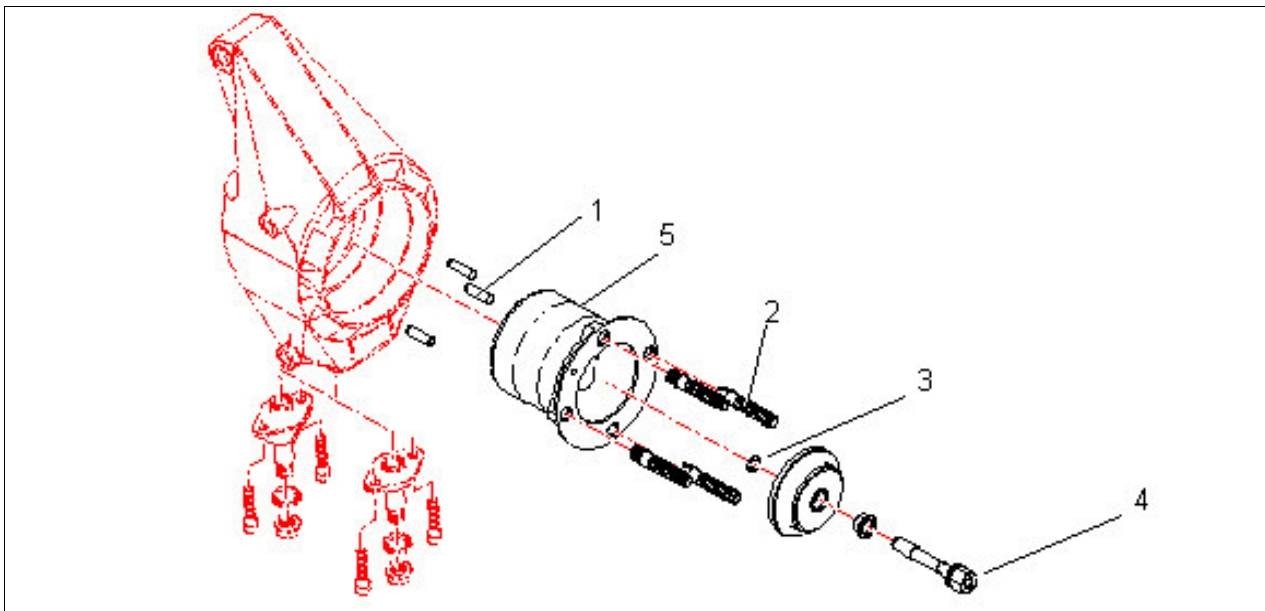

Fig 2
- *Goujons (rep2 fig2) :
Poser le moyeu (rep5 fig2) après avoir mis la bague de portée de joint (rep8 fig1), le chanfrein de la bague tourné côté goujons.
Se servir de l'outillage fourni dans le kit pour le serrage de l'écrou de moyeu(rep3 fig2), serrage à 40 mdaN (filet parfaitement graissé).
Poser les deux plaquettes d'arrêt (rep7 fig1) et emmancher les trois goupilles cylindrique (rep1 fig2) chanfrein côté extérieur au Loctite 270.
Insérer un joint torique (rep3 fig2) sur la vis de serrage transmission (rep4 fig2).